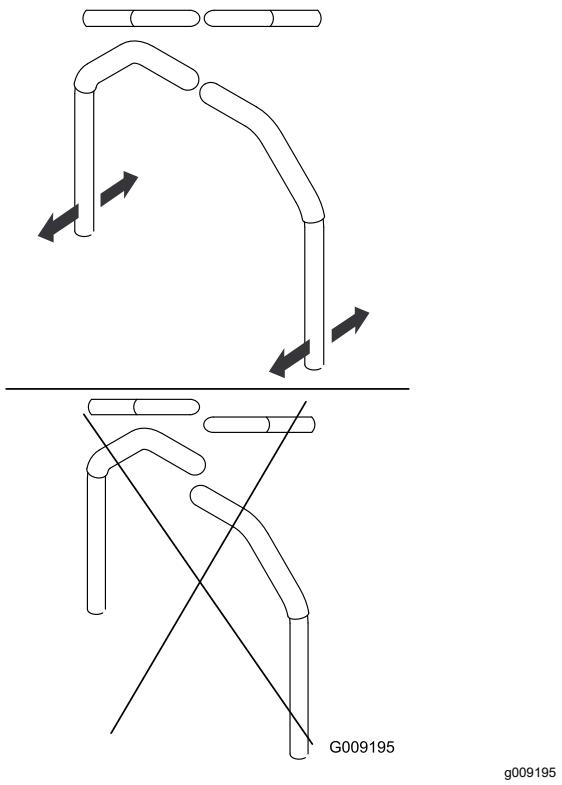

Figura 59
- Ajuste la posición delante/detrás de las palancas acercándolas a la posición de PUNTO MUERTO y deslizándolas hasta que queden alineadas (Figura 59).